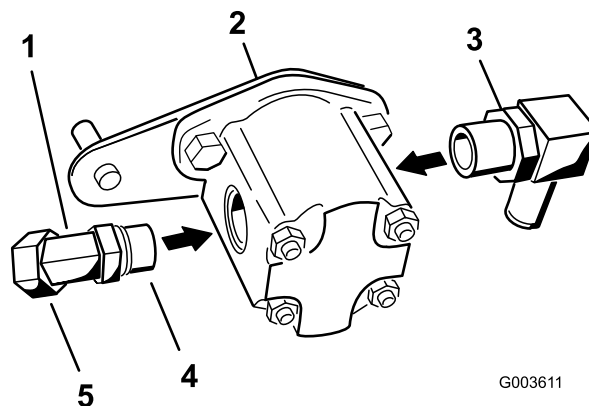

Figura 17
2. Instale o cotovelo de 45 graus no lado da bomba hidráulica (Figura 17).